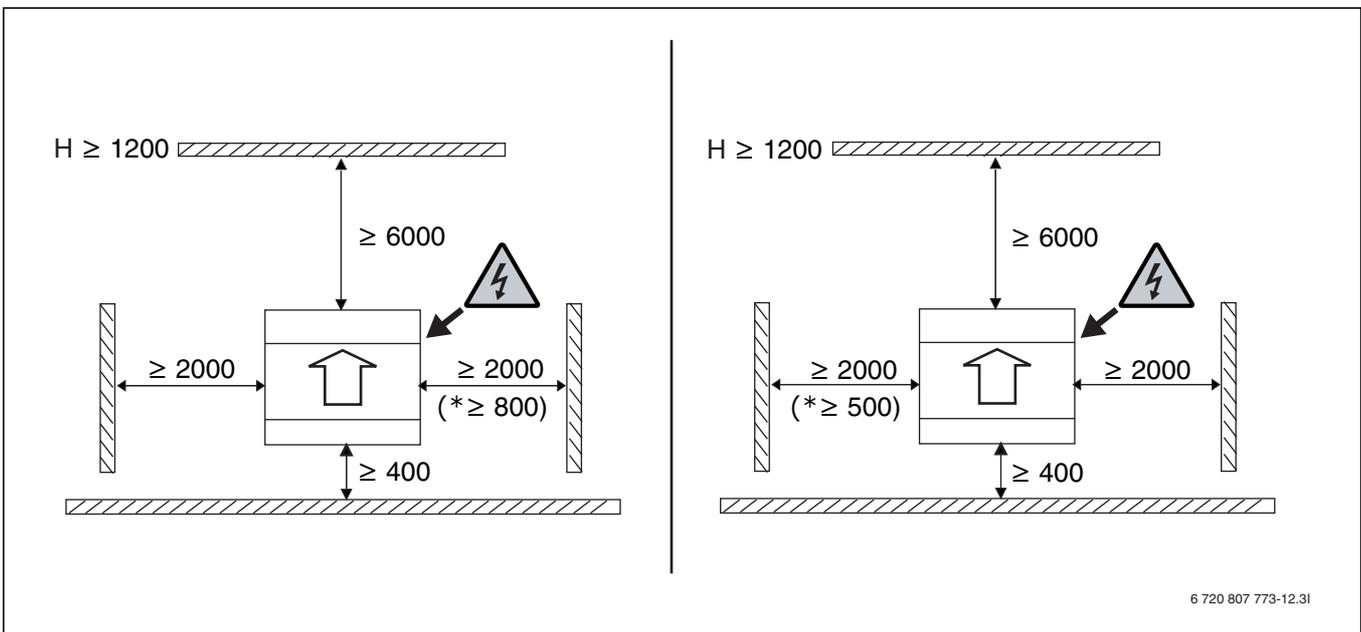

Bild 12 Mindestabstand Wärmepumpe – Umgebung (mm)
- Die Wärmepumpe muss frei stehen, sodass die Luft ungehindert durch den Verdampfer strömen kann (→ Abb. 12).